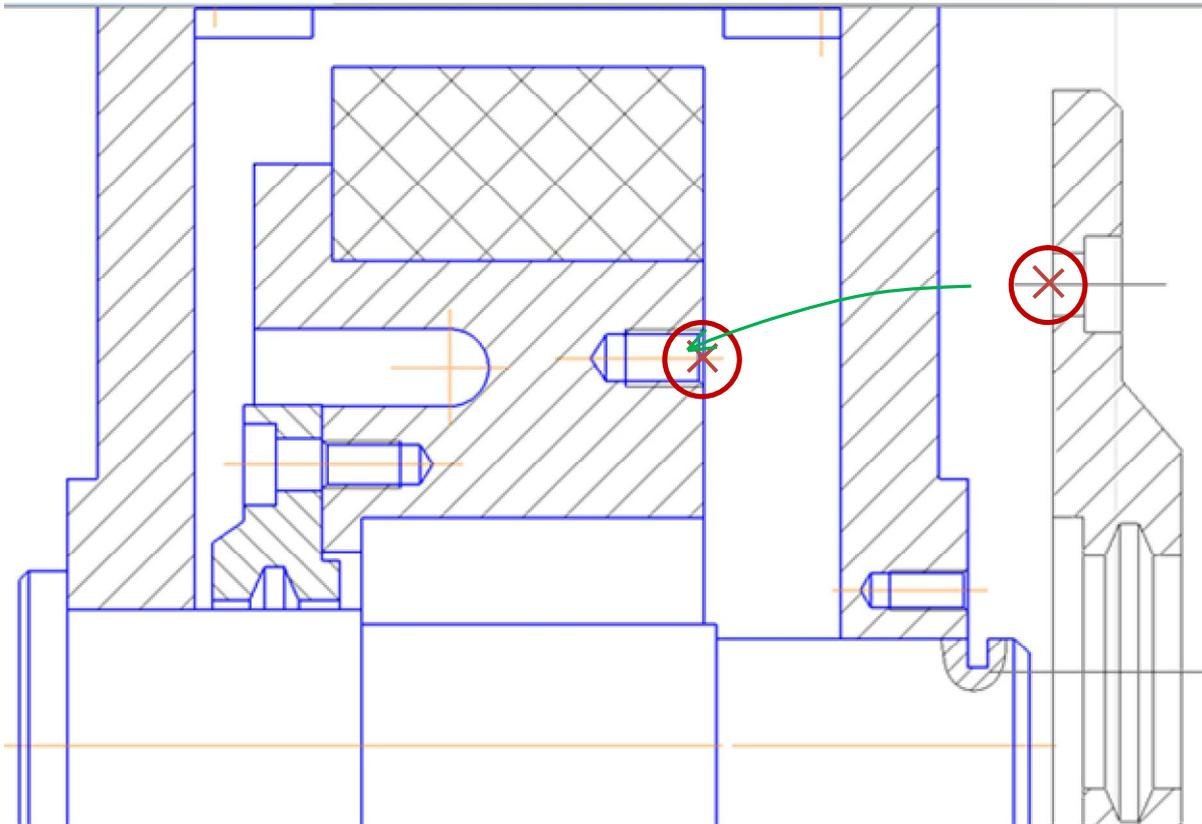

Рис. 4.20. Установка детали «Крышка 8»
- Выберите базовую точку на колесе, как показано на рис. 4.20 и щелкните ЛК мыши.